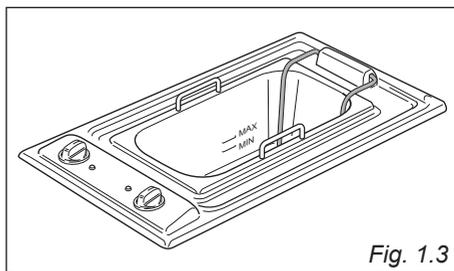

Fig. 1.3
- Il livello deve essere compreso tra le tacche di minimo e di massimo stampigliate sulla vaschetta.(fig. 1.3).
- Controllare il livello dell'olio o del grasso; deve essere compreso tra l'indice minimo e massimo.(fig. 1.3).